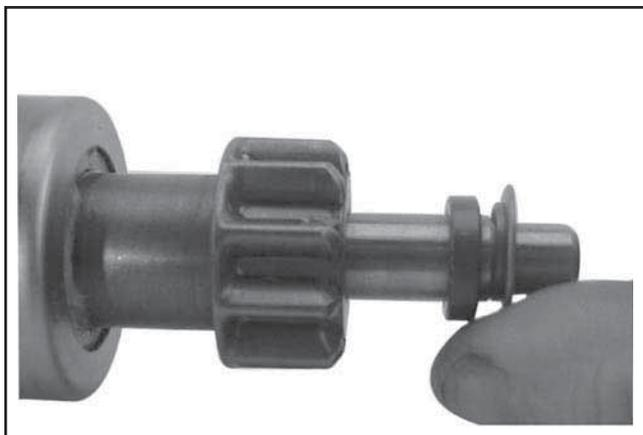

Figure 8-62. Installation de la rondelle de butée.
3. Installer la rondelle de butée (arrêt) afin que le côté le plus petit de la butée soit en face du dispositif de fixation/collier. Voir la Figure 8-62.